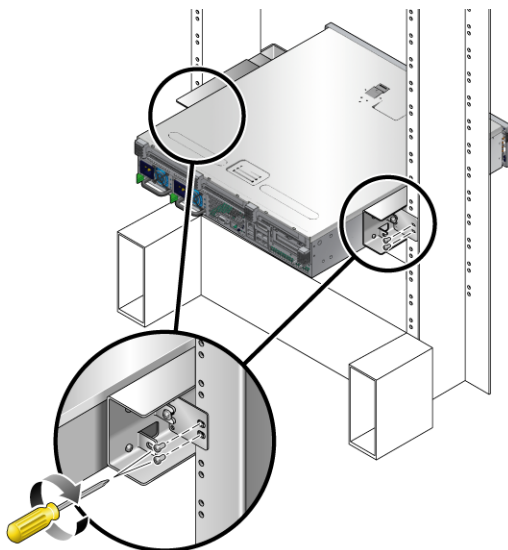

图 4-7 将后板固定到侧托架上
- d. 使用两颗螺丝，将后板的另一侧固定到柱的后部（图 4-7）。